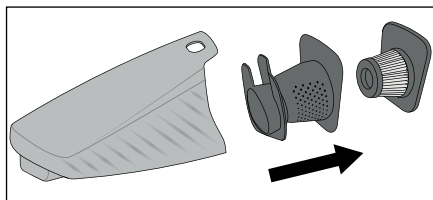

Fig. 4
- 3) Mai întâi scoateți filtrul EPA 5 și apoi filtrul grosier 6 din rezervorul de colectare a murdăriei 7 (fig. 4). Scuturați ambele componente deasupra unui coș de gunoi sau a unui recipient similar. La nevoie puteți clăti filtrul EPA 5 cu apă curată. Lăsați-l apoi să se usuce complet la aer.